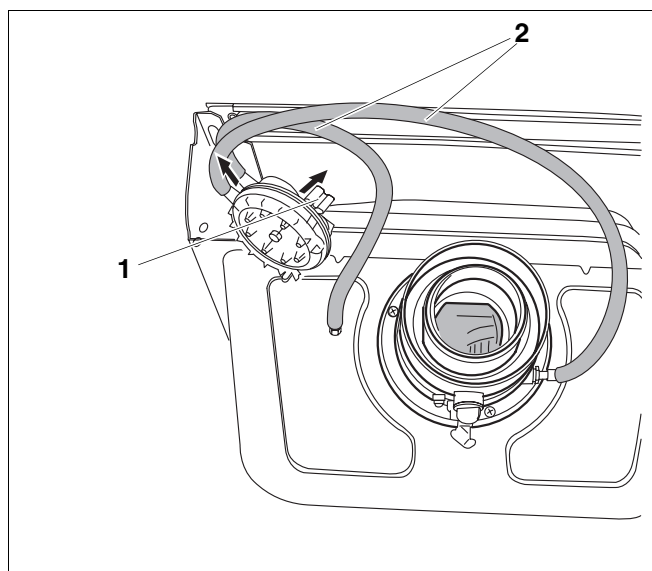

Fig. 13 Înlocuirea presostatului diferențial
- Se scoate ștecherul cablului (Fig. 13, Poz. 1).
- Se cuplează noul presostat diferențial cu furtunele (Fig. 13, Poz. 2) și se conectează ștecherul cablului.